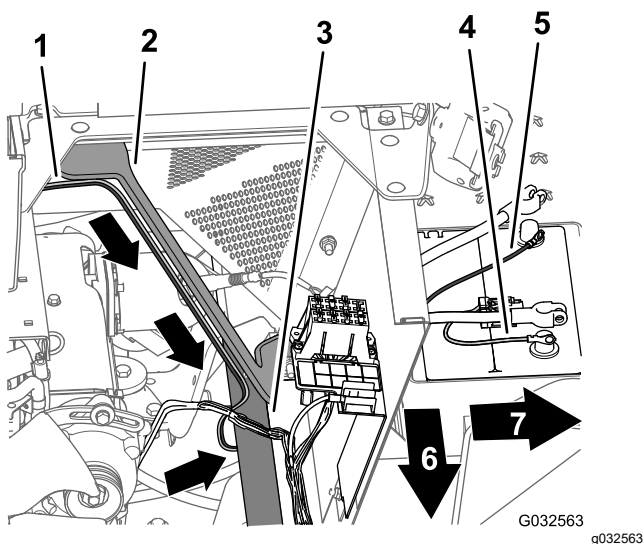

Рисунок 111
3. Проложите ответвление жгута проводов длиной 165 см вниз вдоль левой опоры кожуха двигателя и под левой трубкой рамы (Рисунок 111).
4. Проложите ответвление длиной 165 см жгута проводов с предохранителем на 50 А и с положительной/отрицательной круглыми клеммами к верхней части аккумуляторной батареи (Рисунок 111).